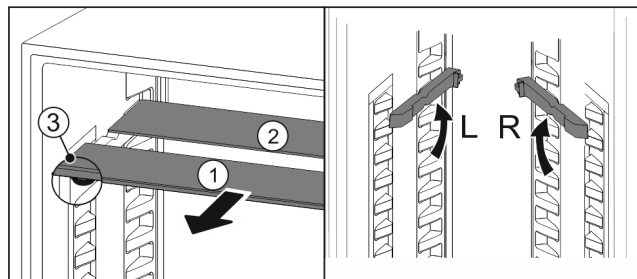

Fig. 70
- ▶ Wyciągnąć Fig. 70 (1) pojedynczo półki szklane do przodu.
- ▶ Płyta szklana Fig. 70 (1) z listwą ozdobną znajduje się z przodu.
- ▶ Stopery Fig. 70 (3) wskazują w dół.